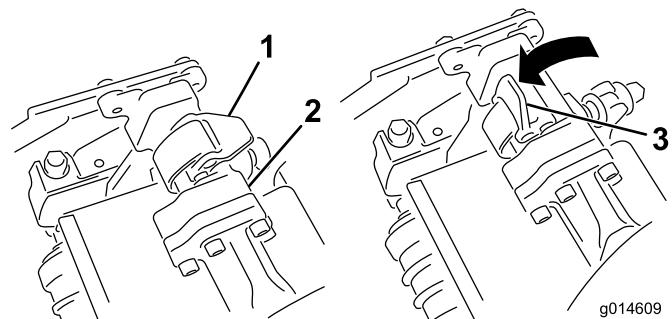
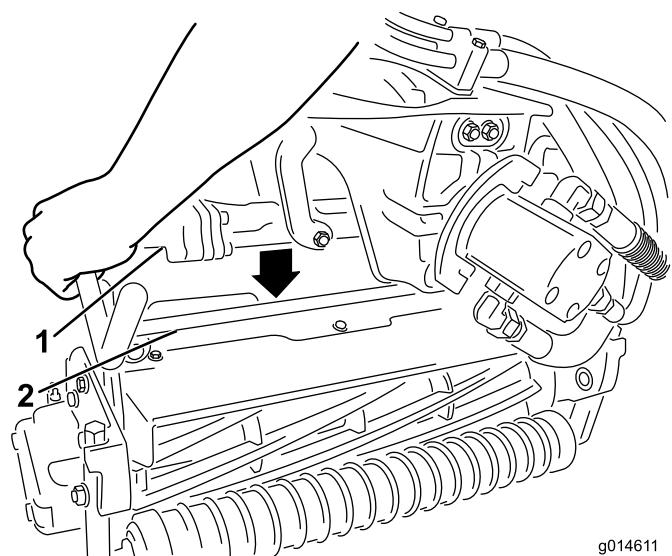

图33
图34
3. 当悬挂臂杆上的闩锁指向上方（即打开）时（图33），向下压悬挂臂，使悬挂臂杆与滚刀组顶部的横杆相契合（图34）。
- 向下并绕着滚刀组横杆关闭闩锁，将它们锁定到位（图33）。
- 打开您正在拆下的滚刀组悬挂臂上的闩锁（图33）。